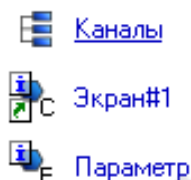

Рисунок 2.18 – Вид окна компонентов проекта
- выделим ЛК аргумент «**Параметр**» и с помощью иконки  создадим канал класса **Float** типа **Input** с именем «**Параметр**» (рисунок 2.18).